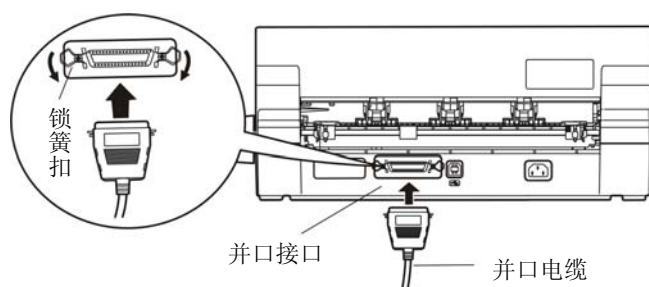

图 2-9 连接并口打印电缆
1. 关闭计算机与打印机的电源开关，将并口电缆插头连接到打印机的并行接口，扣上连接器两侧的锁簧扣，使插头固定（如图 2-9 所示）。